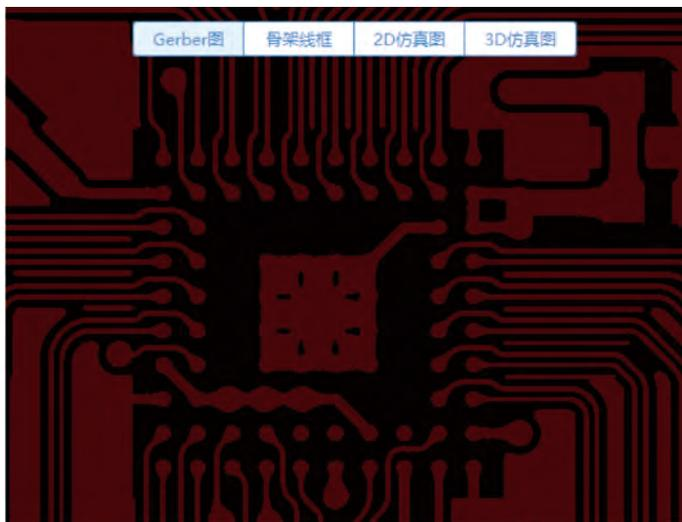
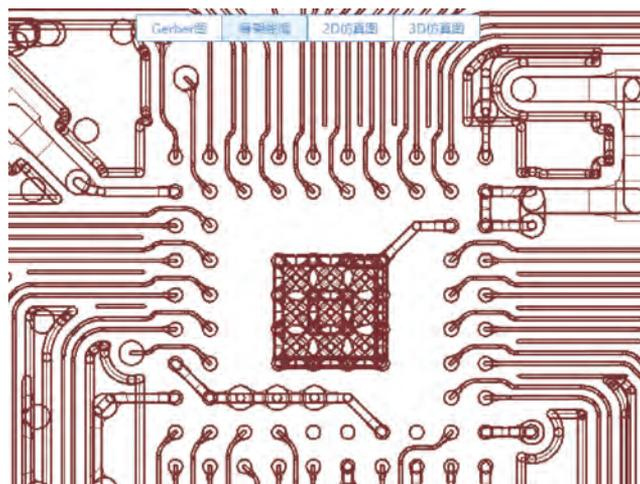
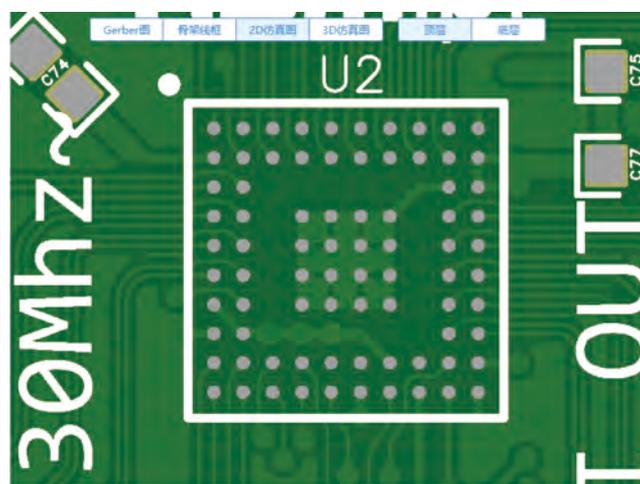
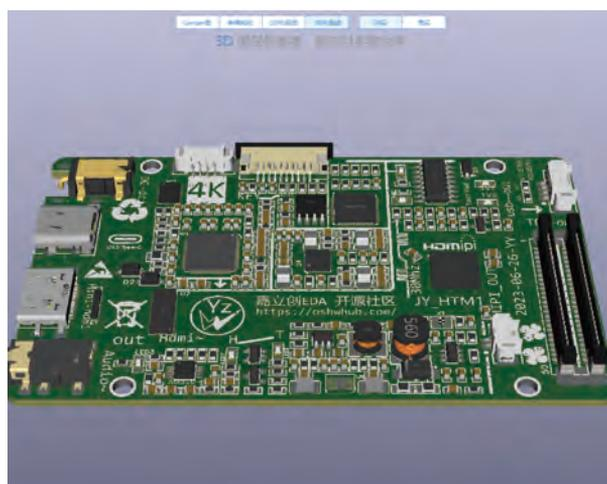

图 12-17 Gerber 图
图 12-18 骨架线框
图 12-19 2D 仿真图
图 12-20 3D 仿真图
(1) A 区：主图形渲染区域。
- 共有 4 种视图模式：Gerber 图、骨架线框、2D 仿真图、3D 仿真图，如图 12-17 和图 12-18 所示；在仿真图模式下，层显示控制开关面板会自动隐藏，改用“顶层”“底层”开关快速切换，如图 12-19 和图 12-20 所示。
(2) B 区：工具栏。工具栏包含一些快捷操作按钮，当鼠标悬停在图标上时会显示相应的功能介绍。在某些场景下不支持的功能会置灰禁用，比如撤销、重做等。在 PCB 模式下，不支持编辑元件功能；但是在 SMT 模式下，支持编辑元件功能，是开放的。
- (3) C 区：标题显示用户上传的原始文件名。
- (4) D 区：公 / 英制单位切换。
- (5) E 区：PCB DFM 分析控制区。
- (6) F 区：层显示控制开关。
- (7) G 区：鼠标坐标，鼠标在 A 区移动时，这里会同步更新。